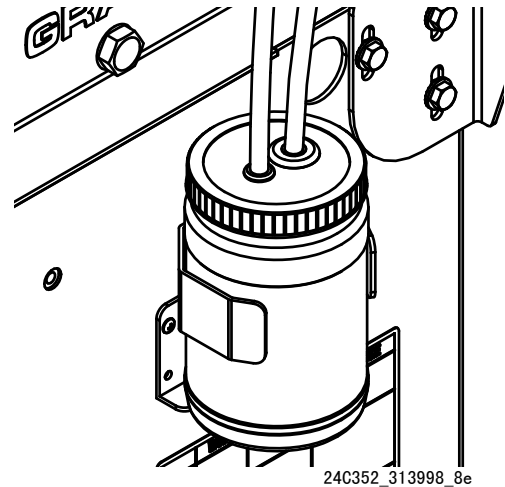

图 17: IsoGuard Select 流体系统
2. 拆掉 IsoGuard Select 流体缸入口和出口处的接头。使供料管 (ST)、回料管 (RT) 和泄露管理管 (LT) 保持连接到接头。
4. 将 IsoGuard Select 储液器 (LR) 从托架 (RB) 上提起, 并从帽上卸下容器。将帽扣在适当容器的上方, 卸下入口止回阀, 排出 IsoGuard Select 流体。将止回阀重新装到入口软管上。参见图 17。
7. 将储液器拧在帽组件上, 并将其放入托架 (RB) 中。
8. 将供料管 (ST) 推入储液器内约 1/3 行程处。
9. 将回料管 (RT) 推入储液器, 直至到达底部为止。